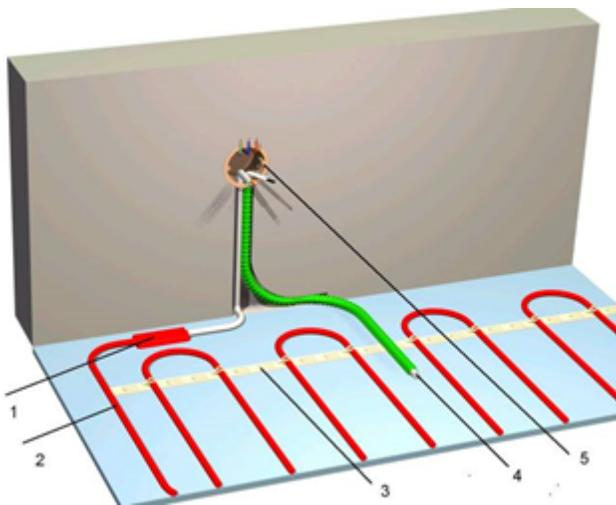

Рис. 4. Монтаж датчика температуры в системе “Теплый пол”.
3. Датчик температуры пола на проводе помещается в гофрированную пластмассовую или гладкую медную трубку диаметром не менее 8 мм. Конец трубы, укладываемой в стяжку, должен быть заглушен, чтобы предотвратить попадание раствора внутрь трубы. Трубка должна обеспечивать свободную замену датчика через монтажную коробку. Переход монтажной трубы с пола на стену рекомендуется делать с помощью двух изгибов: один – в плоскости стены, другой – в плоскости пола (Рис. 4). Минимальный радиус изгиба трубы – 50 мм. Трубка датчика заводится в зону обогрева с открытой стороны петли и располагается примерно на одном уровне с кабелем симметрично относительно его ближайших линий. Расстояние датчика от края обогреваемой зоны должно составлять 0,3 – 1 м.